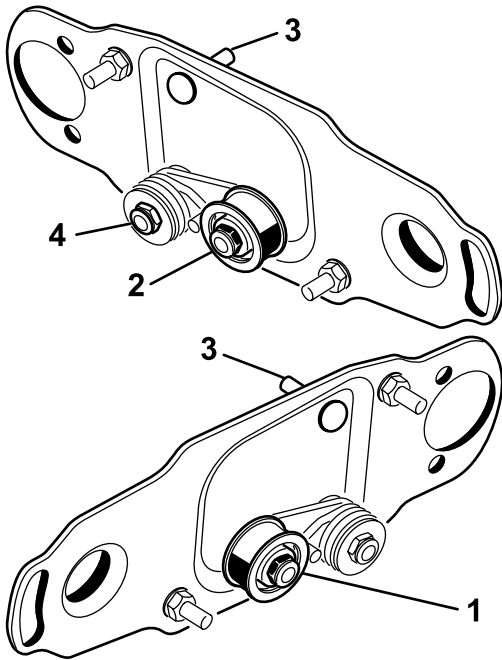

Figure 3
Sur les unités de coupe avant et arrière gauches, inversez la poulie de tension pour la monter sur le **côté droit** de l'unité de coupe (Figure 3), comme suit :
1. Déposez la poulie de tension du côté gauche de l'unité de coupe et montez-la dans le trou inférieur de la plaque de brosse, sur le côté droit de l'unité de coupe (Figure 3).
2. Enlevez le boulon de carrosserie et l'écrou et placez-les dans le trou supérieur occupé précédemment par la poulie de tension (Figure 3).